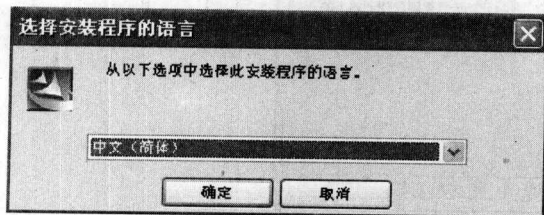

图 1-2 选择安装程序的语言对话框
(2) 单击界面上程序栏目中的“电子图板安装”选项,弹出“选择安装程序的语言”对话框,如图 1-2 所示。系统提供英语、中文(繁体)和中文(简体)3个选项,默认选项为中文(简体)。